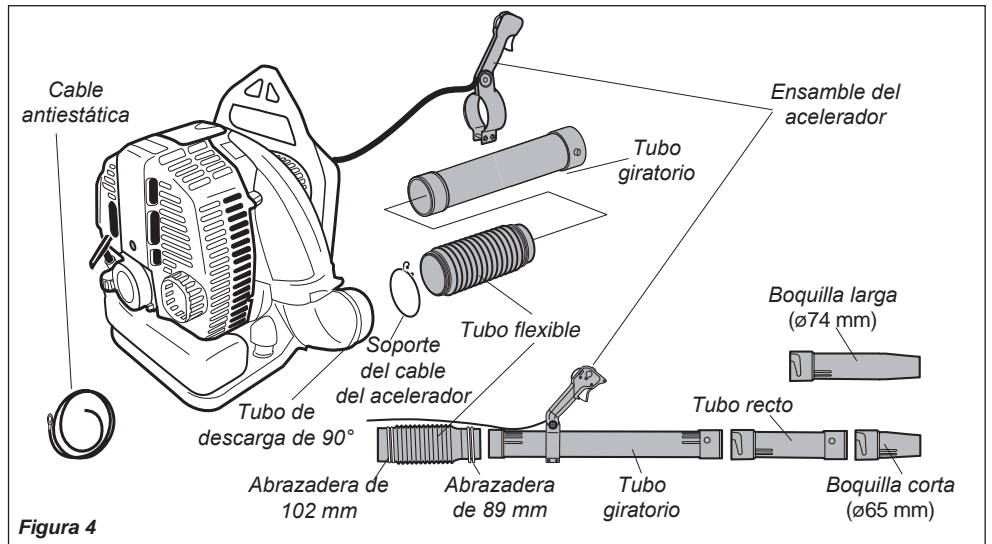

Figura 4
1. Coloque el soplador hacia arriba en el piso o en una superficie de trabajo robusta y observe la orientación de las piezas, como se muestra en la Figura 4.